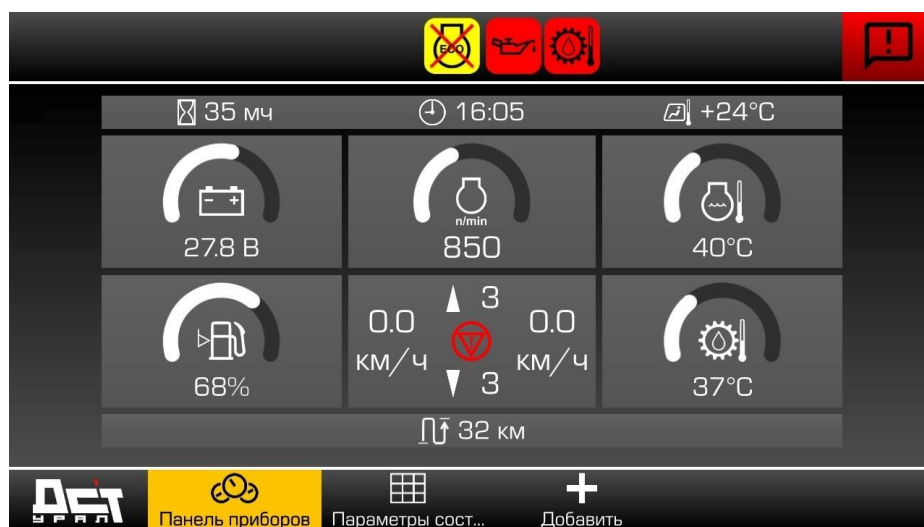

Рисунок 5.127. Вкладка «Панель приборов»
- ▶ Открыть на дисплее вкладку «Панель приборов» и проверить напряжение бортовой сети машины. Если оно составляет менее 22В, то требуется зарядка АКБ, см. рис. 5.127.
- Открыть на дисплее вкладку «Панель приборов» и проверить напряжение бортовой сети машины – нормальное напряжение на запущенном двигателе при средних оборотах ДВС – 26-28,8В, рис. 5.127.